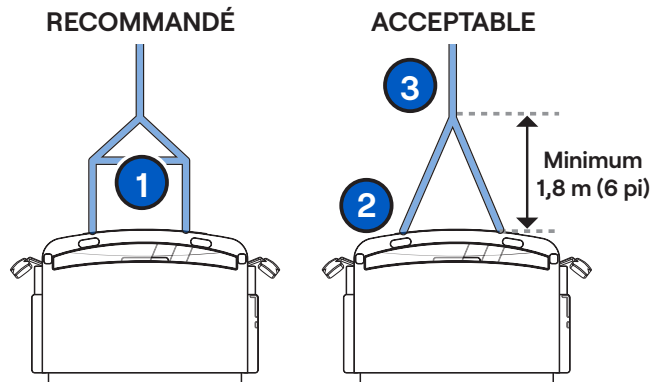

Figure 23 - Options de récupération
- Utilisez des chaînes doubles ou des câbles pour répartir la charge uniformément sur les deux attelages (voir l'une ou l'autre des options de récupération à la **Figure 23**).
- Utilisez une barre d'écartement ou une barre stabilisatrice pour répartir la charge entre les deux crochets (**Figure 23, n° 1**).
- S'il n'y a pas de barre d'écartement, suspendez la chaîne de traction principale ou le câble à au moins 1,8 m (6 pi) du véhicule (**Figure 23, n°s 2 et 3**).